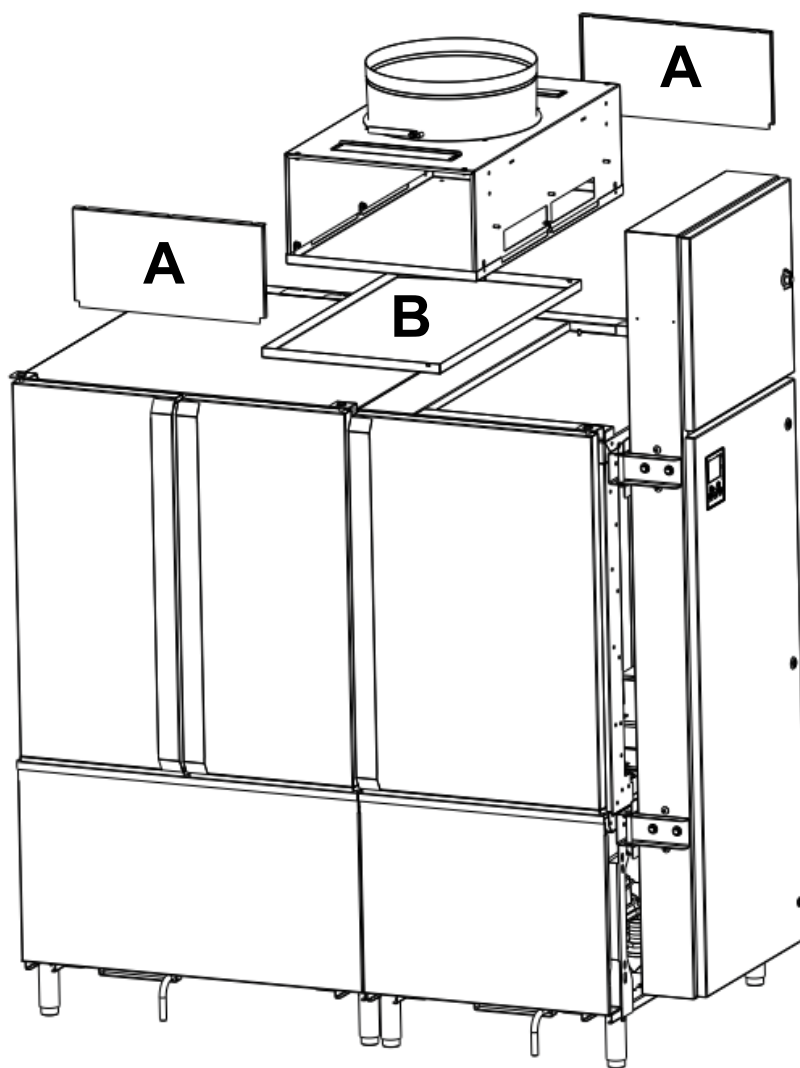

Figura 2
1. Retire los paneles delantero y trasero aflojando las dos tuercas situadas en la parte superior de cada panel (Figura 2, elemento A).
2. Retire la bandeja de desagüe situada en la base del alojamiento (Figura 2, elemento B).